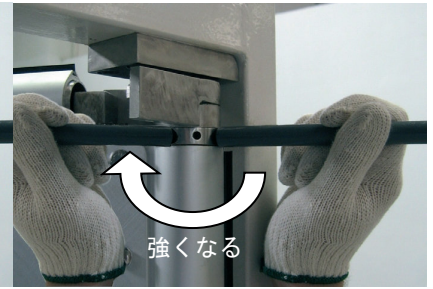

図 12
- ③ 空いている穴に他のロッドを差し込み、2本のロッドを交互に抜き差ししながら上部金物を時計回りに回転させてスプリングを巻き込みます。(図 12 参照)